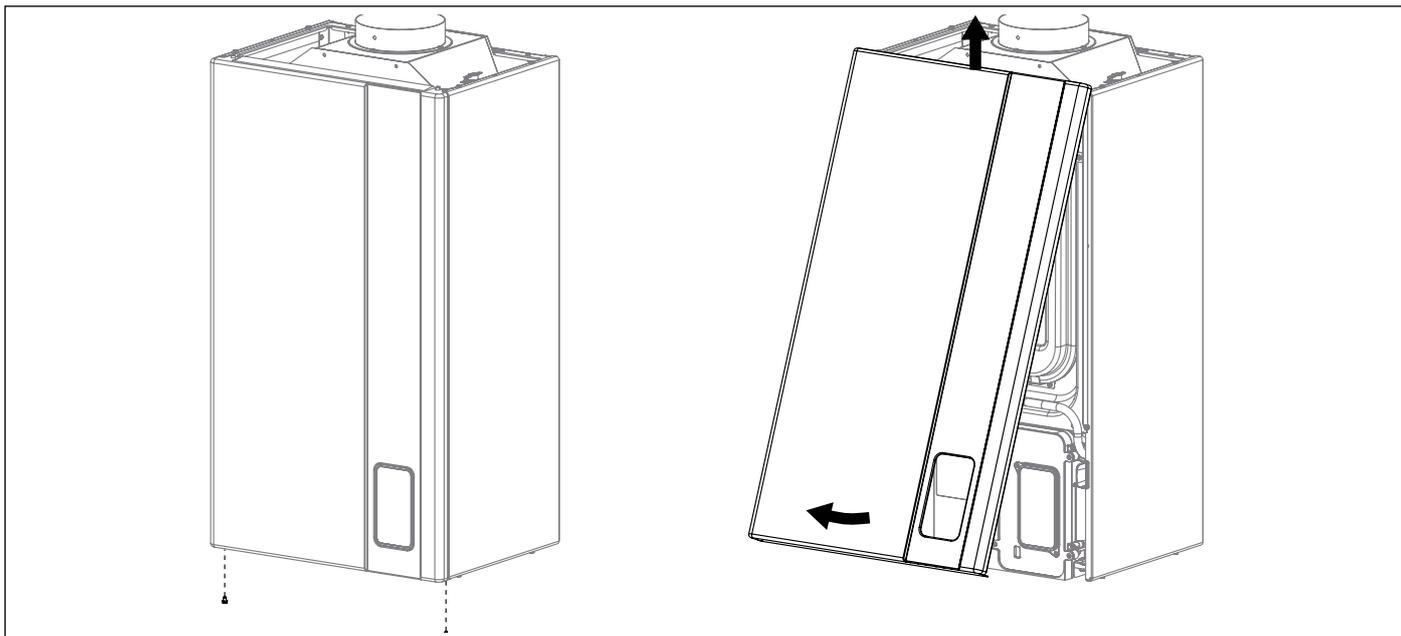

Fig. 20 Mantello
- Togliere il mantello frontale della caldaia svitando le 2 viti che lo fissano al telaio (vedi Fig. 20 Mantello).